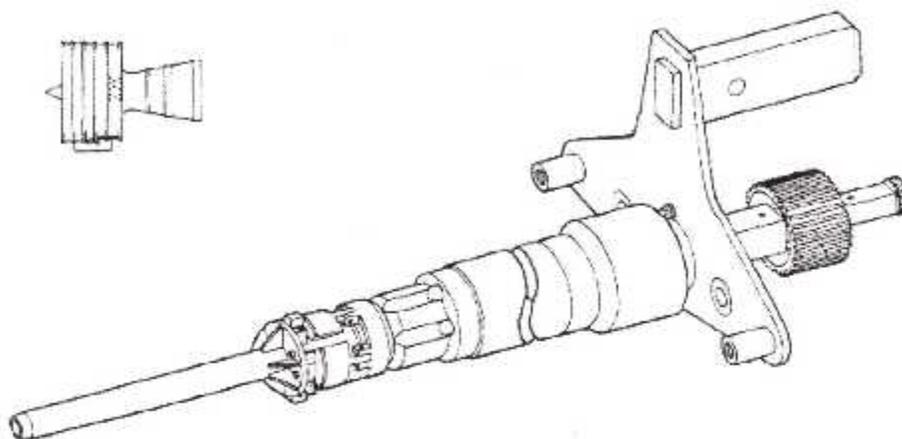
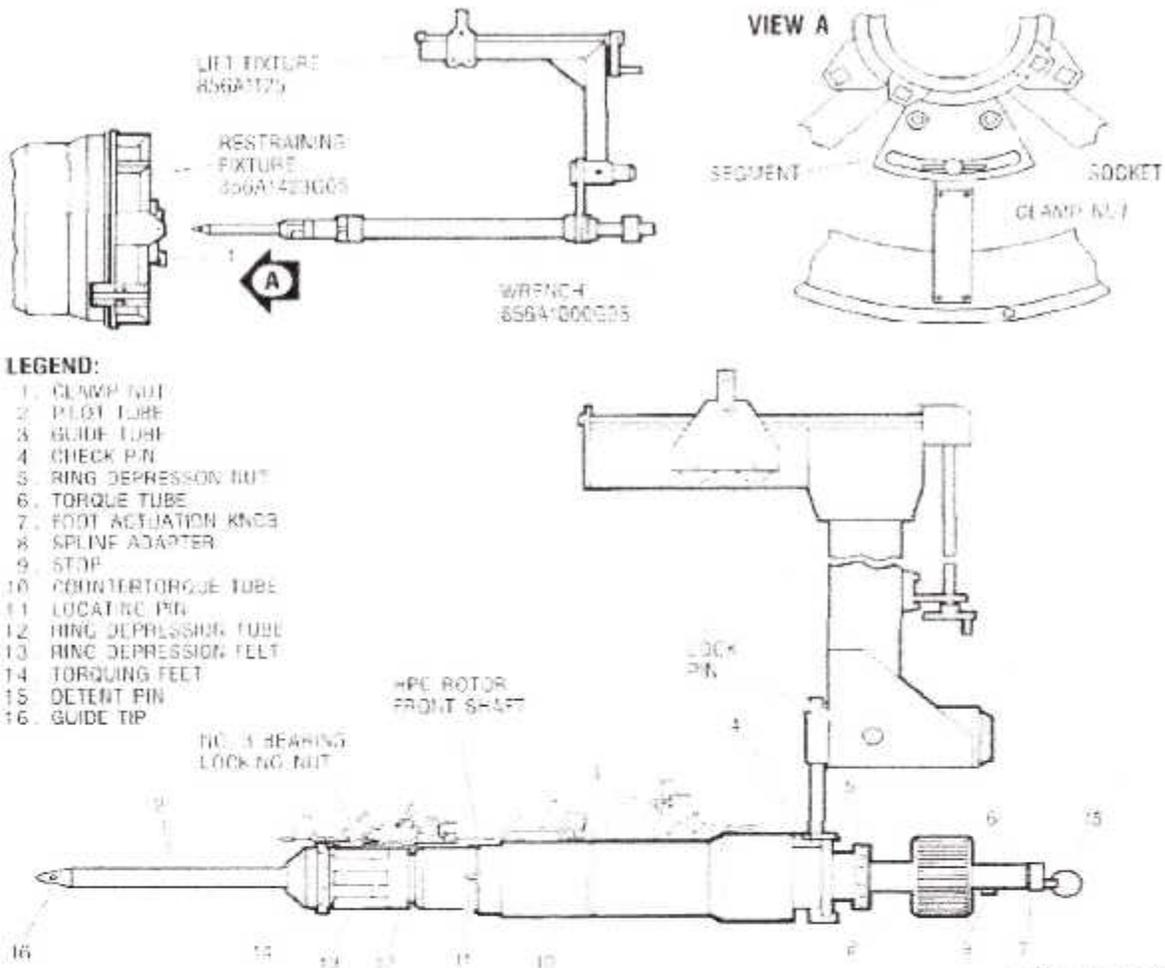

Fig. III. 55 : Clé, 856A1000G08.
Fig. III. 56 : Installation de la Clé 856A1000G08
6. On Installe Clé, 856A1000G08. (fig.III.55) (fig.III.56) comme suit :